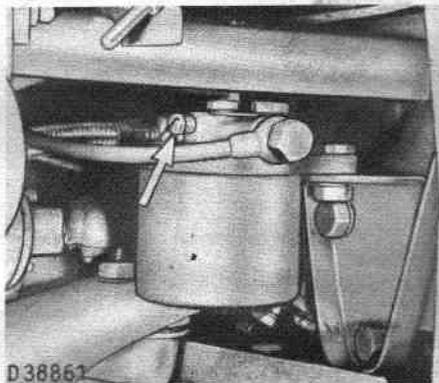

Fig. 155 - Vis de purge du filtre à combustible
3. Desserrer la vis de purge (fig. 155) du filtre à combustible, attendre quelques minutes, jusqu'à ce que le combustible aie pénétré à travers l'élément du filtre. Resserrer la vis de purge seulement lorsque le combustible s'écoule sans bulles d'air.